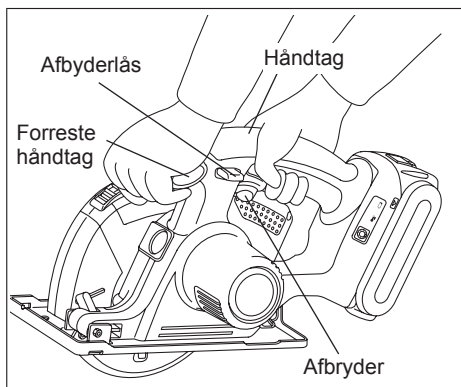

Fig. 8
Hold værktøjet med begge hænder. (Se Fig. 8). Forsøg ikke at fjerne det afskårne materiale, mens bladet er i bevægelse.
- Hold altid i håndtaget med den ene hånd og i det forreste greb med den anden. (Se Fig. 8.) Fasthold et godt greb, og tryk kontakten helt i bund.